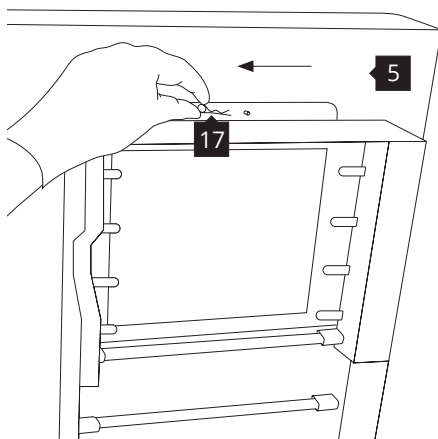

Abbildung 7. Heizmodul - Entfernen des Splints.
8. Halten Sie das Heizmodul **16** fest und ziehen Sie den Splint **17** heraus, der sich oben am Innenteil des Deckels befindet (Abbildung 7).